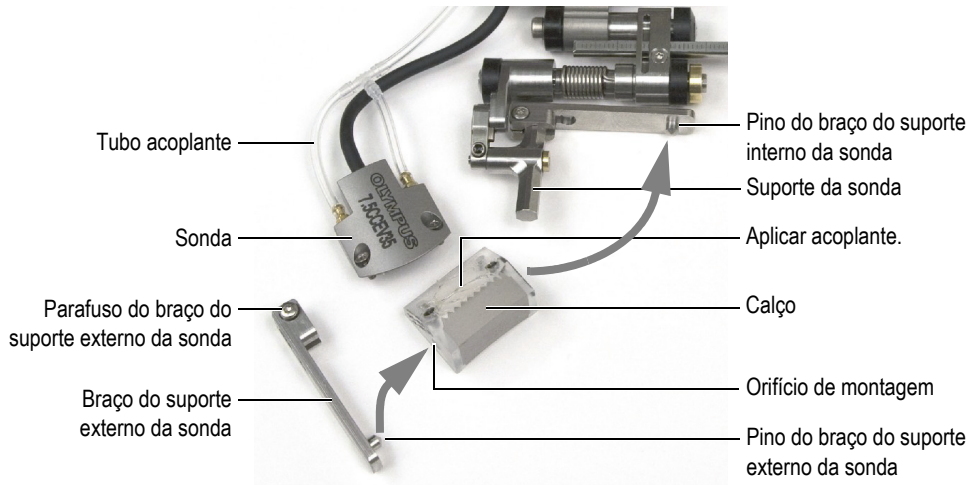

Figura 2-4 Instalar a sonda e o calço no escâner
5. Insira o pino do suporte interno da sonda na abertura de montagem do calço (veja Figura 2-4 na página 36).